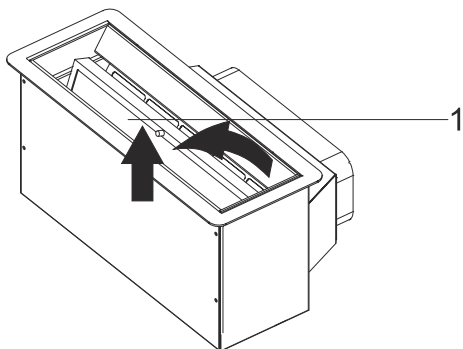

Fig. 7: Avmontering av
3. ➤ Dra upp fettfiltret och ta bort det (Fig. 7).